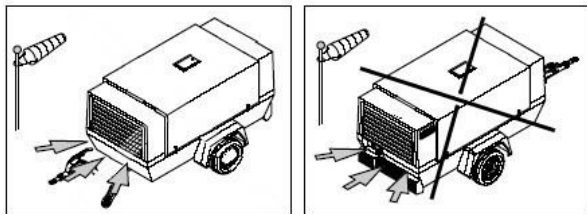

Рис. 3.2 Передняя часть компрессора расположена против ветра
Для включения стояночного тормоза переместите назад рукоятку (2) стояночного тормоза. Разместите компрессор на максимально ровной площадке; однако, компрессор может временно эксплуатироваться на поверхности с уклоном от горизонтали не более чем на 15°. Если компрессор паркуется на наклонной плоскости, зафиксируйте его положение с помощью тормозных башмаков, установленных спереди или сзади колес. Расположите компрессор так (смотри рис. Рис. 3.2), чтобы его передняя часть находилась против ветра и в отдалении от стен и источников загрязнения. Не допускайте рециркуляцию отработанного воздуха из двигателя. Это приводит к перегреву и снижению мощности двигателя.